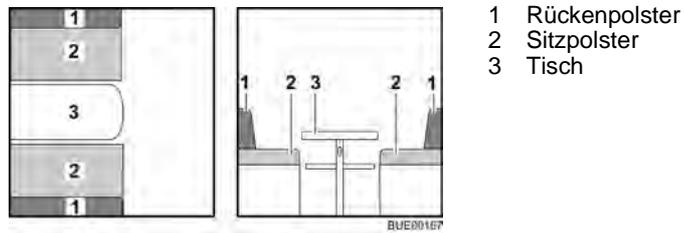

Bild 81 Vor dem Umbau
- Tisch (Bild 81,3) zum Bettunterbau umbauen (siehe Abschnitt 6.11).